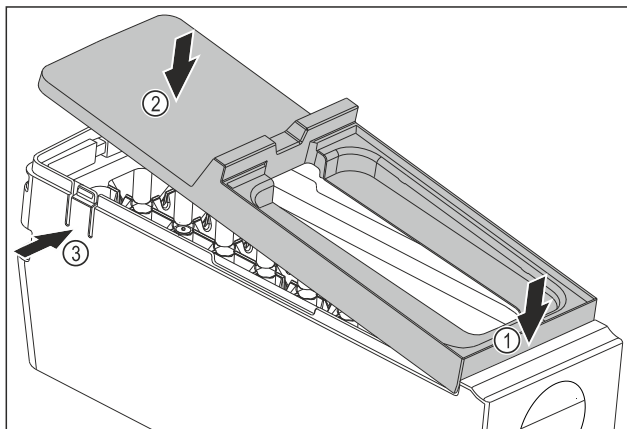

Fig. 133
- ▶ Montáž krytu korpusu EasyTwist-Ice: Kryt nasadte vpredu. Fig. 133 (1)
- ▶ Kryt spustite dozadu. Fig. 133 (2)
- ▷ Kryt počutelne zapadne od oboch strmeňov Fig. 133 (3).